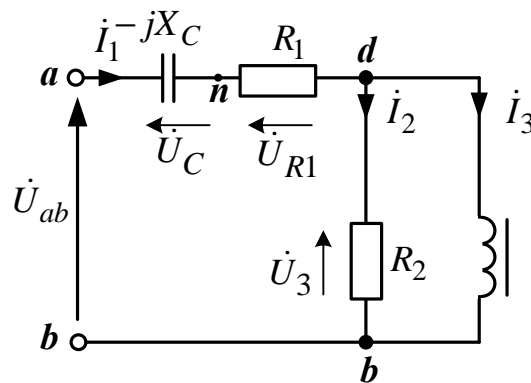

Рис. 4.16
7. Для построения векторной диаграммы обозначим на схеме точки и напряжений между ними (рис. 4.16):